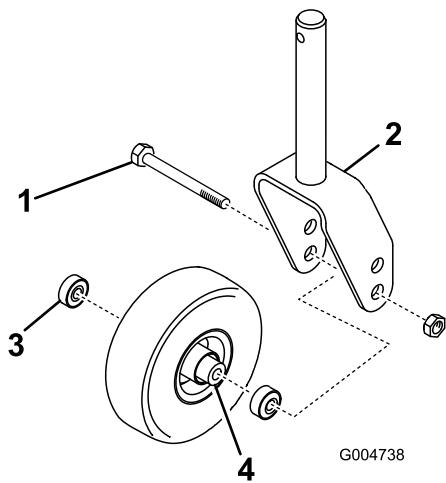
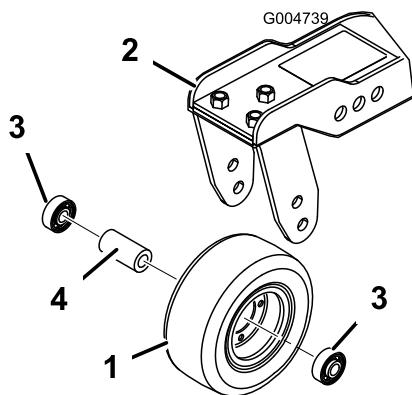

Figura 105
Figura 106
- Retire la contratuerca del perno que sujetla el conjunto de la rueda giratoria entre la horquilla (Figura 105) o al brazo de pivote (Figura 106).
2. Retire el cojinete de la rueda y deje que se caiga el suplemento del cojinete (Figura 105 y Figura 106).